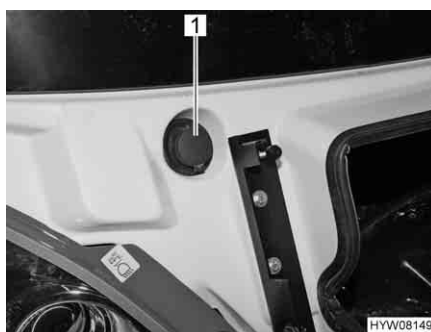

Fig. 26 Bocchettone di riempimento del contenitore dell'acqua di lavaggio (Fiat)
- Rimuovere il coperchio (Fig. 26, 1) del bocchettone di riempimento del contenitore dell'acqua di lavaggio.